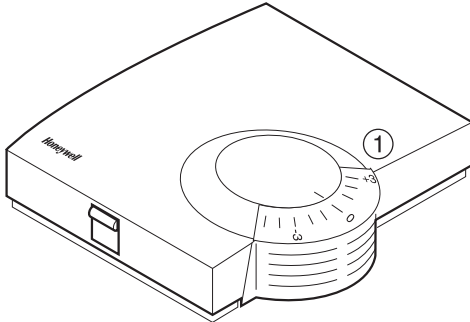

Abb. 5: HCW 82
- ▶ Wählen Sie am Stellrad (1) (siehe Abb. 5) die gewünschte Änderung zur voreingestellten Temperatur (Angaben auf der Skala in $^{\circ}\text{C}$).
- ▶ Prüfen Sie, ob sich das Stellrad in der in Abb. 5 gezeigten Position befindet.